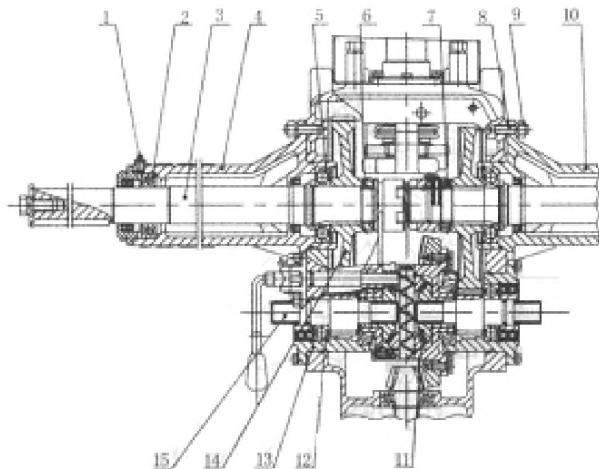

Рисунок 4-10. Редуктор.
Редуктор (рисунок 4-10) состоит из пары внешних цилиндрических шестерней, установленных в коробке передач. Ведущая передача (15) редуктора и вала являются одной частью, ее внутренняя окончание соединено с шестерней полуоси (11), а внешнее окончание поддерживается в гнезде подшипника (13) подшипником качения 6307 (12). Гнездо подшипника соединено с коробкой передач болтом. Ведомая шестерня (14) редуктора соединена с ведущим валом